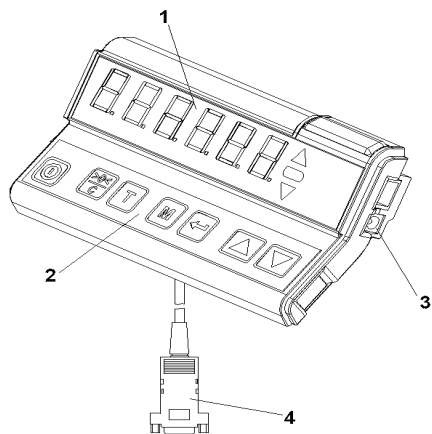

Рис. 2. Пульт весов «Меркурий-330»
1.3.3 Общий вид пульта и расположение органов управления показано на рис.2.